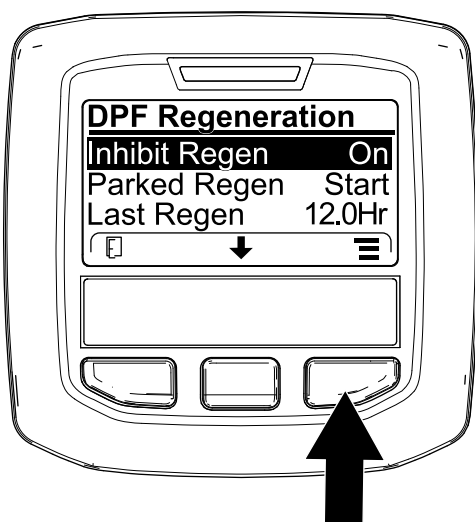
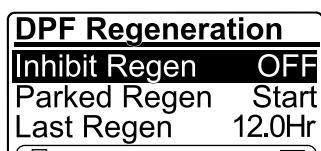

Figura 35
Figura 36
1. Vaya al menú de Regeneración del DPF, pulse el botón central para desplazarse hasta la opción INHIBICIÓN REGENERACIÓN, y pulse el botón derecho para seleccionar la opción Inhibir regeneración (Figura 35).
2. Pulse el botón derecho para cambiar el ajuste de Inhibir regeneración de Activado a Desactivado (Figura 35) o de Desactivado a Activado (Figura 36).